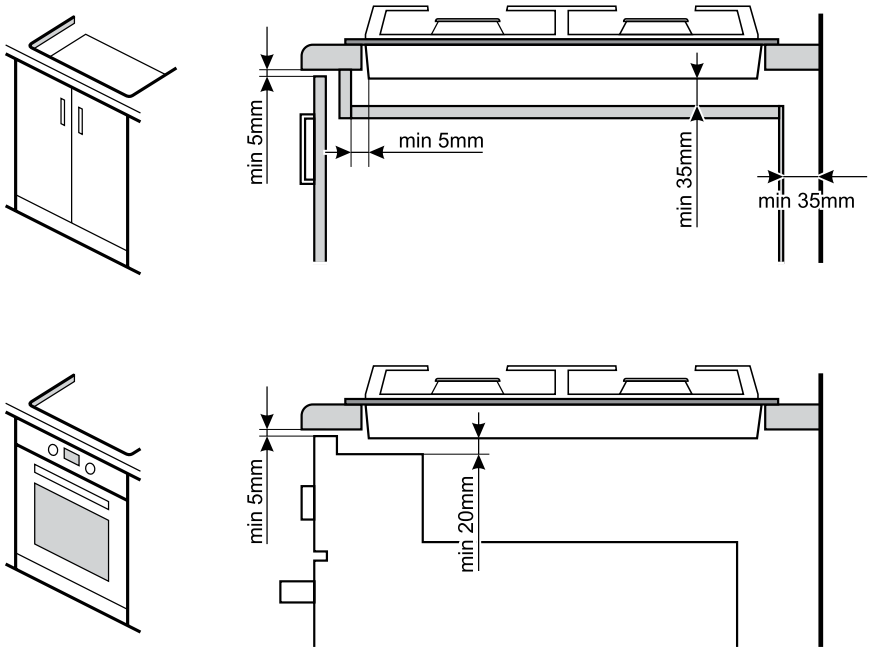

Рис. 5
6. При установке стола необходимо обеспечить минимальные воздушные зазоры согласно рис. 5.